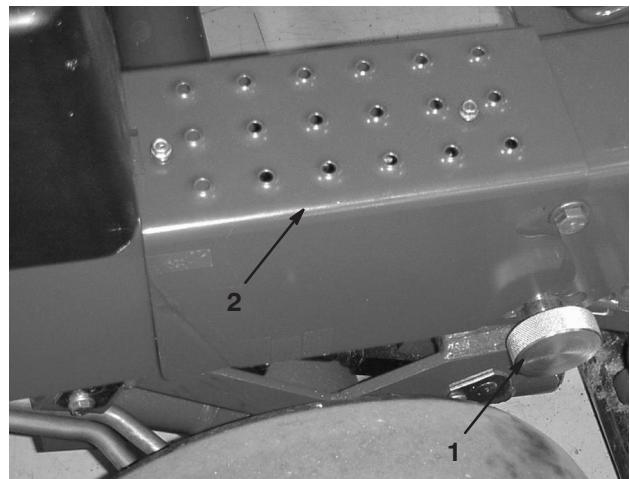

Figure 6
5. Faites pivoter le bras de direction à la position verticale (crans). Fixez-le en place avec le bouton de blocage et la goupille fendue (Fig. 6).
6. Fixez le marche-pied droit au bâti avec 2 vis autotaraudeuses (Fig. 6).